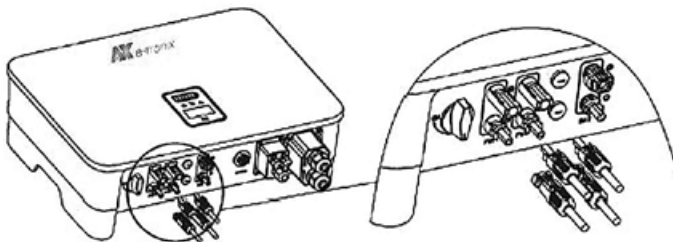

Abbildung 3.20
- Stecken Sie den positiven und den negativen Stecker jeweils in die entsprechenden DC-Eingangsklemmen des Wechselrichters. Ein „Klick“-Geräusch zeigt an, dass sich die Baugruppe an der vorgesehenen Position befindet, siehe Abbildung 3.20: